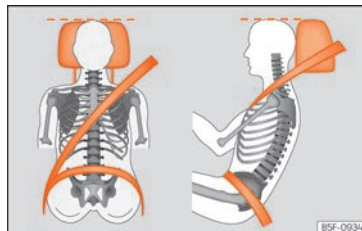

Fig. 89 Poggiatesta posizionato correttamente, vista frontale e laterale.
- Regolare il poggiatesta portandone il bordo superiore alla stessa altezza della parte superiore della testa, almeno all'altezza degli occhi »» **fig. 89.**